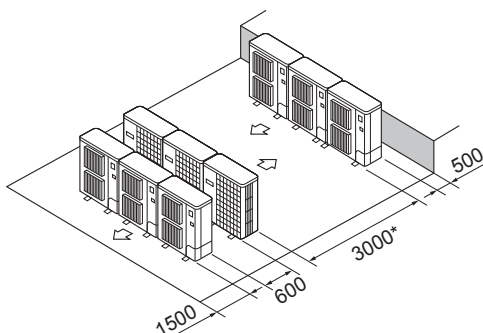

Fig. 2-14
- ⑥ Równoległa zabudowa więcej niż jednej jednostki zewnętrznej (Fig. 2-14)